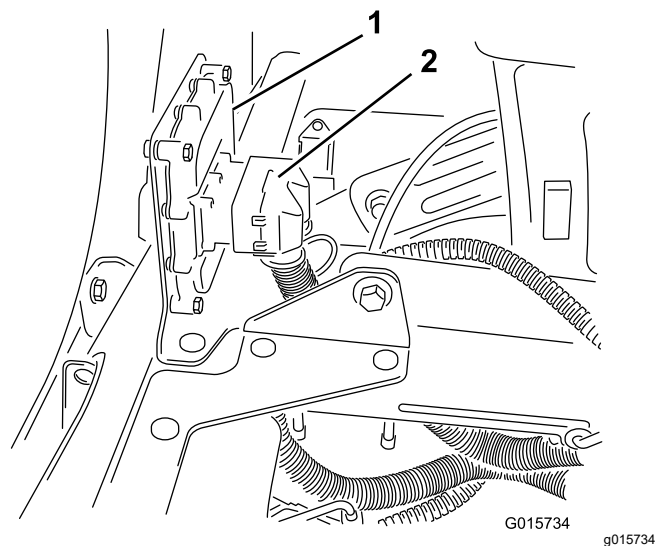

Figura 33
2. Conecte el conector hembra de 50 vías del arnés de cables para el brazo Sonic Boom al conector de 50 pines del controlador electrónico y fije los conectores con el tornillo de cabeza allen (Figura 33).